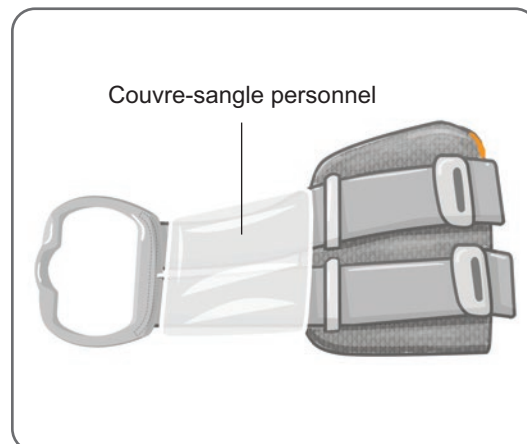

Figure 6-3 : Couvre-sangle personnel sur la jambière
1. Glissez le couvre-sangle personnel sur la sangle pour jambière. Reportez-vous à la figure 6-3.